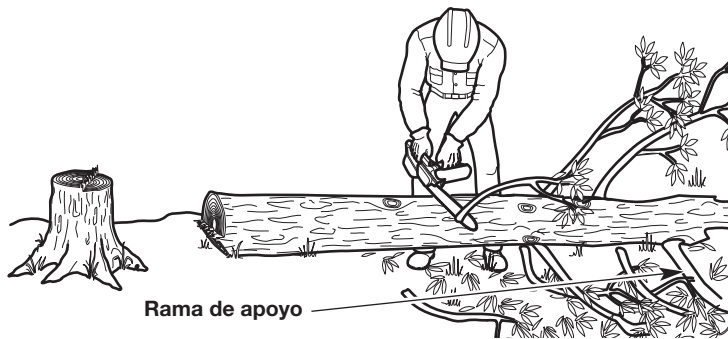

Fig. 28
1. Deje para lo último las ramas grandes de apoyo debajo del árbol (Fig. 28). Éstas mantendrán al árbol alejado del suelo durante el proceso de desramado.
2. Corte de a una rama por vez. Párese en el lado del árbol opuesto a la rama (Fig. 28). Mantenga el tronco entre el operador y la sierra de cadena. Para evitar que la sierra sea apretada, las ramas bajo tensión se deben cortar de abajo hacia arriba.